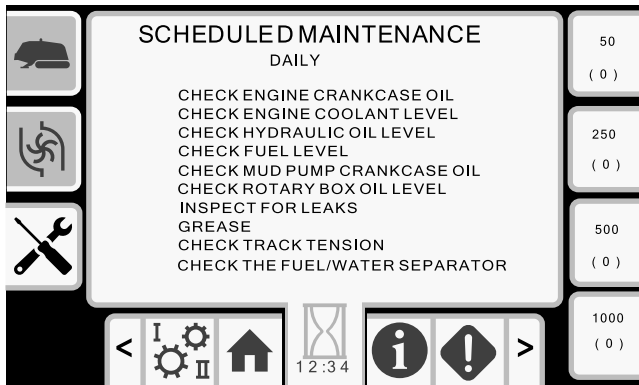

Bild 47
- Taste 3: Täglicher Wartungsplan (Bild 47)